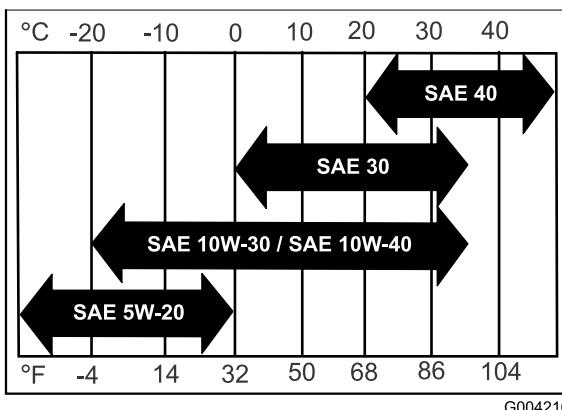

Figure 31
**Viscosité :** Voir le tableau (Figure 31).